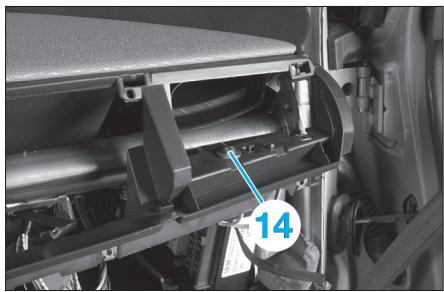

Fig. 13
- Déposer les vis de fixation supérieures (12) de la garniture.
- Déclipser la prise diagnostique (13).
- Déposer la vis de fixation droite de la planche de bord (14) (Fig.13).